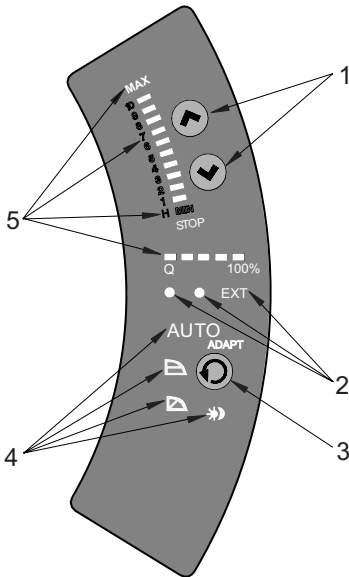

Fig. 13 Panneau de commande
Pour leur emplacement sur le circulateur, voir fig. 13, paragraphe 8.2 *Panneau de commande*.
Le panneau de commande, fig. 13, intègre :
Les symboles lumineux en pos. 4, voir fig. 13, indiquent les réglages du circulateur :